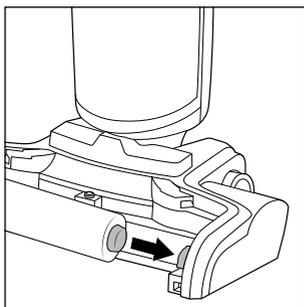

Fig. 39
- ◆ Montare nuovamente il rullo a spazzola **6** e il paraspruzzi **7** sull'apparecchio collocando dapprima il rullo a spazzola **6** nel supporto del lato destro del piede **3** (vedere fig. 39).